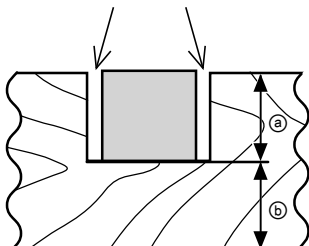

Fig. 47
Les encoches dans les pièces se découpent comme indiqué à la Fig. 47 en réglant le boulon de réglage de la profondeur de 6 mm.
- (2) Régler la profondeur de coupe voulue en réglant la distance entre la lame et la surface de la plaque tournante (voir © à la Fig. 47).